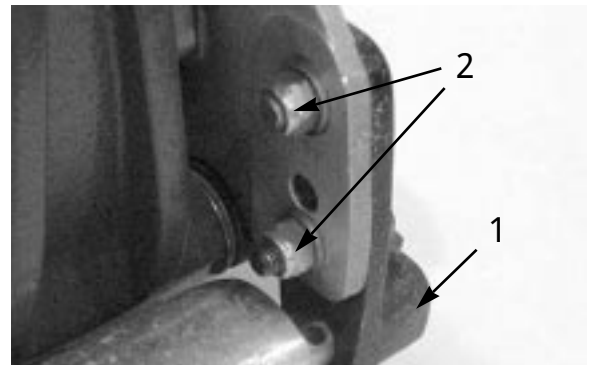

図 14
- 4 . 右側ローラ・ブラケットをカuttingユニットのサイド・プレートに固定しているロックナットをゆるめる（図 14）。